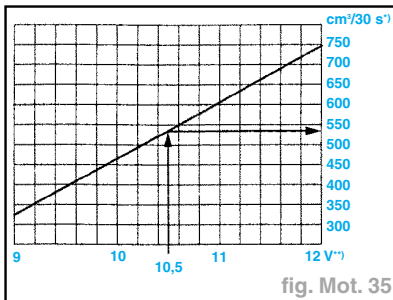

fig. Mot. 35
- Ouvrir le robinet d'arrêt du manomètre. Le levier est alors orienté dans le sens du débit (A).
- Comparer la quantité de carburant refoulée avec la valeur assignée (fig. Mot. 35).